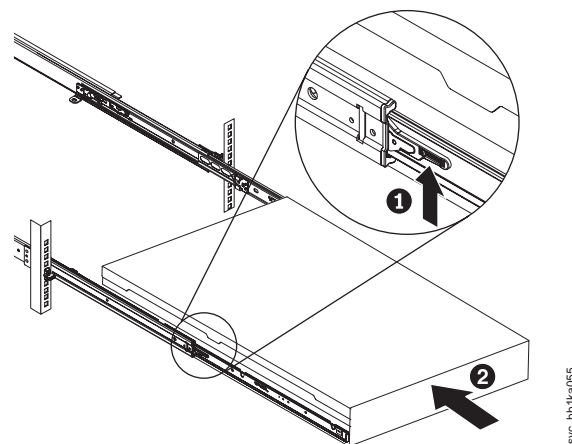

Figura 31. Levantando as alavancas de travamento do SAN Volume Controller 2145-CG8 dos trilhos deslizantes do rack
2. Levante as alavancas de travamento nos trilhos deslizantes e empurre o nó **2** inteiro no rack até que ele clique no local. Consulte **1** na Figura 31.